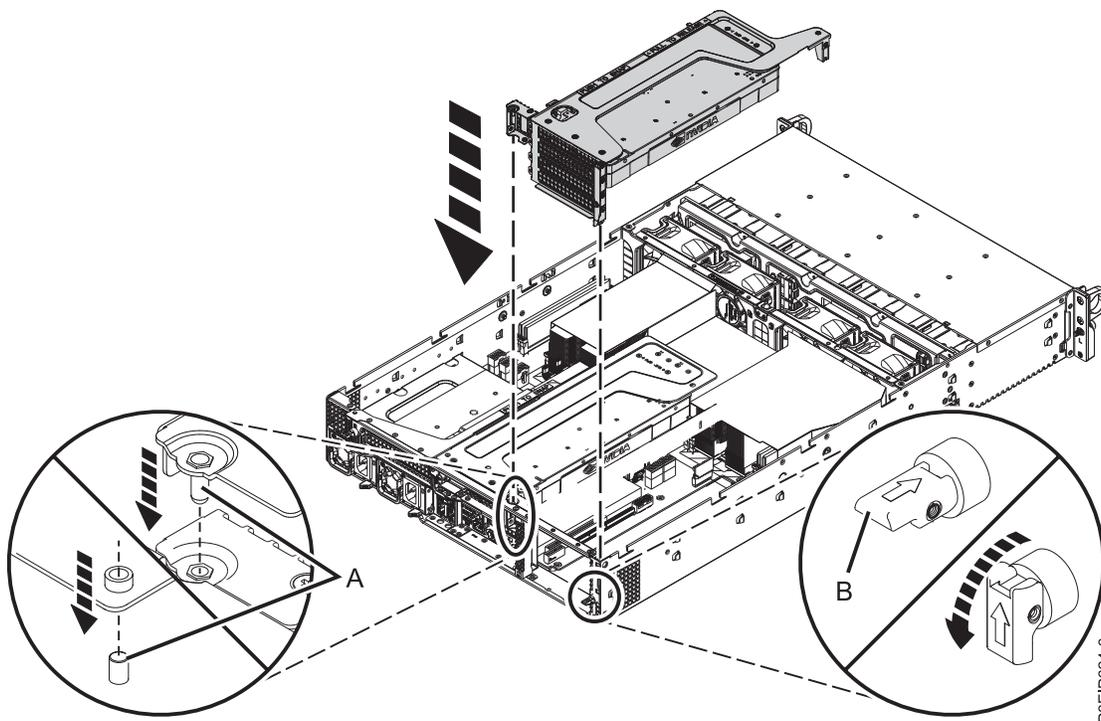

Figura 28. Inserindo a GPU e o riser
- h. Insira a GPU e o riser PCIe conforme mostrado na Figura 28 na página 30.